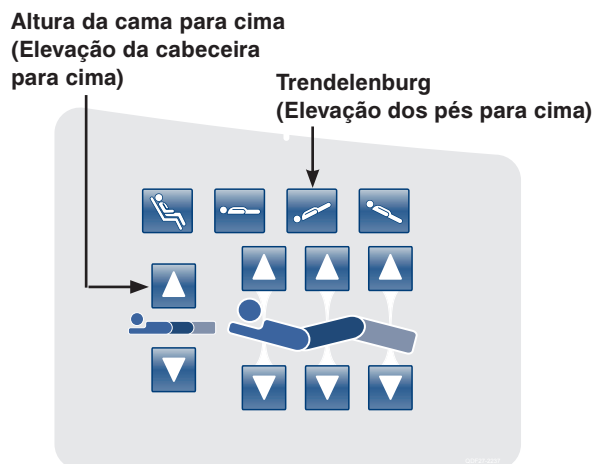

Figura 10: Painel de comando da grade lateral da cabeceira (lado direito mostrado)
8. Levante a altura da cama até 50,8 cm, medindo do topo da secção assento até ao chão. Prima os botões **Altura da cama para baixo (Elevação da cabeceira para cima)** e **Trendelenburg (Elevação dos pés para cima)** conforme mostrado na Figura 10.